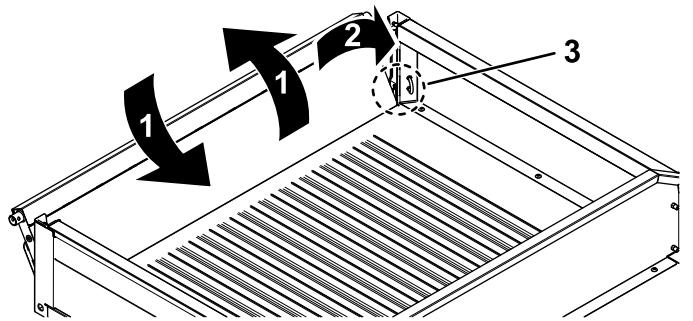

Figura 83
- Gire el portón trasero a un ángulo de 45° aproximadamente (Figura 83).
- Mueva el portón trasero varias veces hacia adelante y hacia atrás con breves sacudidas (Figura 83).